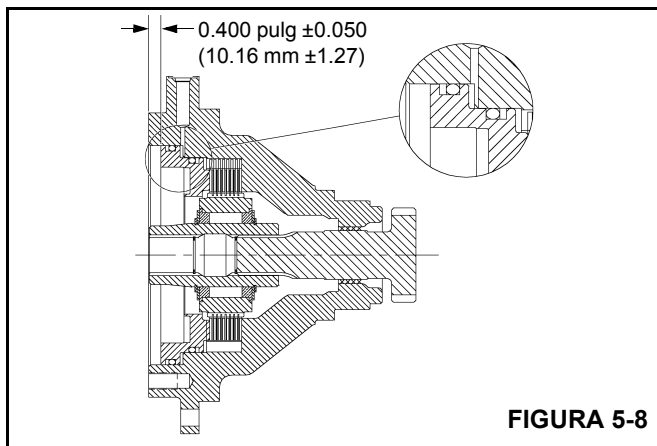

FIGURA 5-8
13. Instale los platos de estator (19) y los discos de fricción (18) en la caja del freno, empezando con un plato de estator y alternando la colocación de los discos de fricción y platos de estator. Hay un plato de estator más que discos de fricción, por lo cual se terminará con un plato de estator.
14. Después de la instalación, revise la pila de frenos para asegurar que las dimensiones se encuentren dentro de las tolerancias indicadas en la Figura 5-8. Si la dimensión medida es mayor que la mostrada, se han dejado algunos discos de fricción y platos de estator sin instalar, o los discos de fricción se han desgastado más allá de los márgenes de tolerancia aceptables. Si la dimensión medida es menor que la mostrada, se ha instalado un número excesivo de platos o discos o éstos no están debidamente asentados.
15. Cubra los anillos de respaldo nuevos (artículos 7-7 y 7-8) y anillos "O" (artículos 7-1 y 7-6) con aceite ligero e instálelos en el émbolo (10) con los anillos de respaldo orientados hacia la parte exterior del émbolo. Vea la Figura 5-8 para la instalación correcta de los anillos "O" y anillos de respaldo.